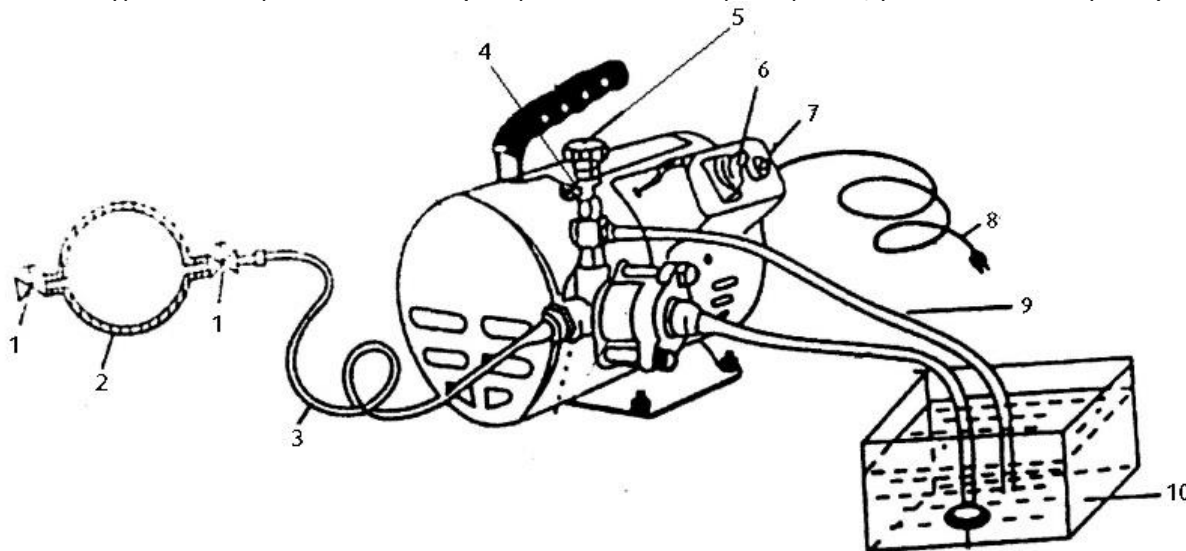

Рисунок 1.
- Опустите всасывающий шланг с сетчатым фильтром и сливной шланг в бак для воды (подходит любая емкость) (Рис. 1)